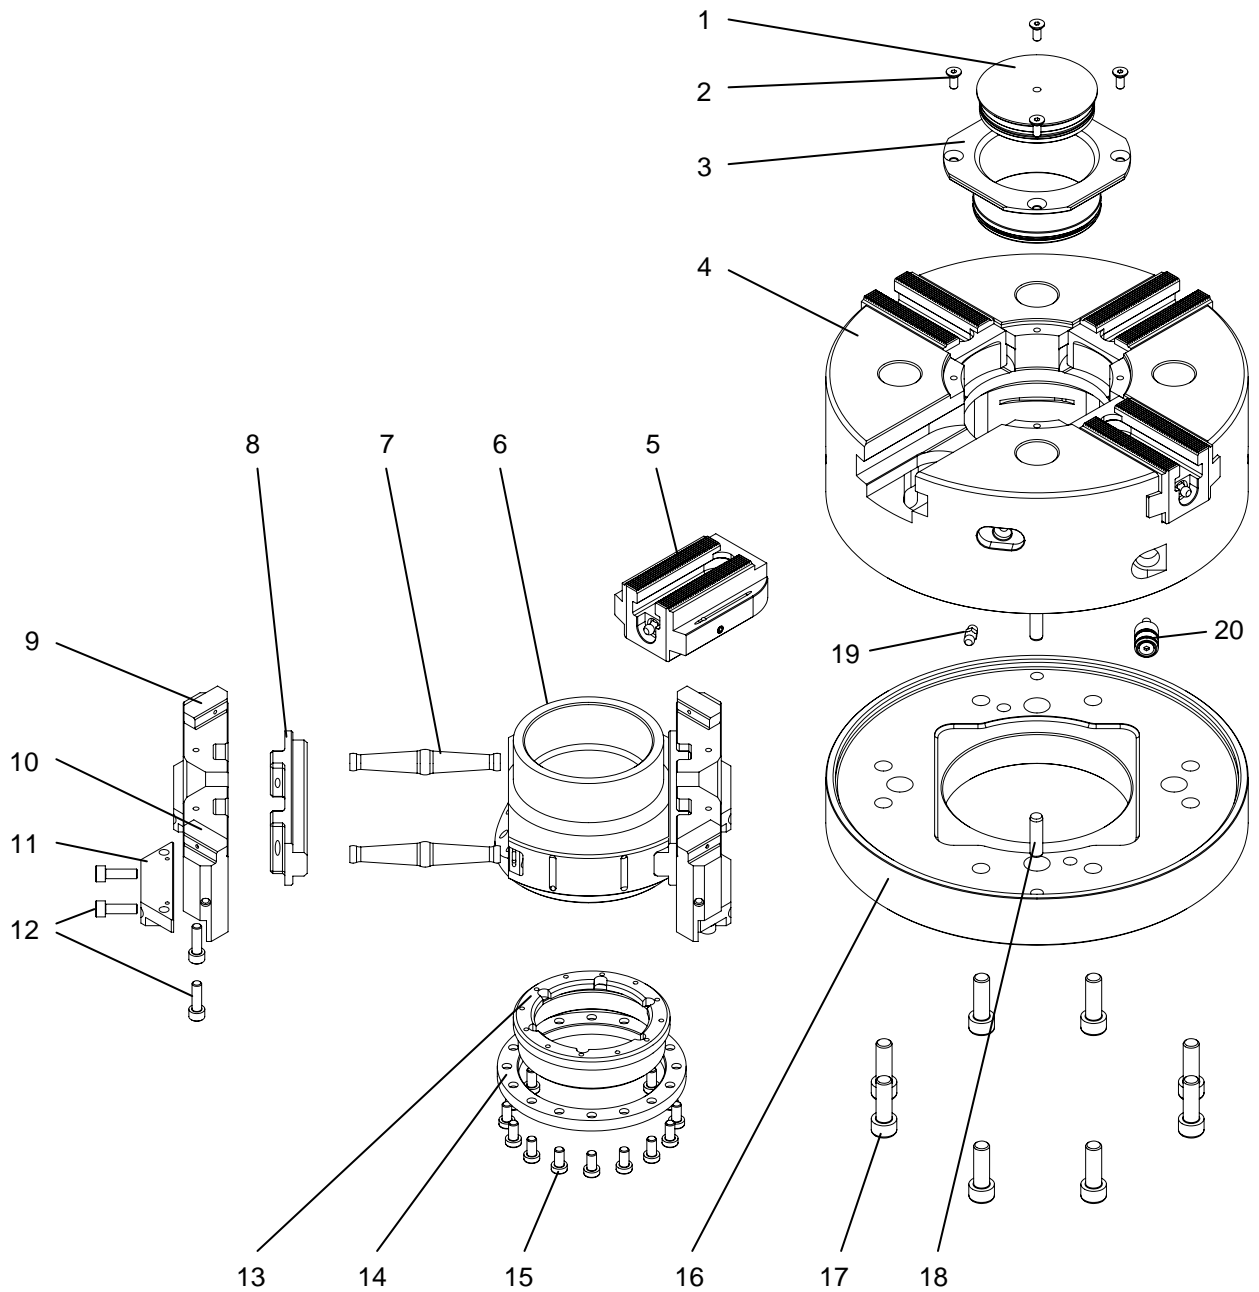

Abb. 8-1: Ersatzteile
- Schritt 1** Suchen Sie in der Abbildung 8-1 das gewünschte Ersatzteil.